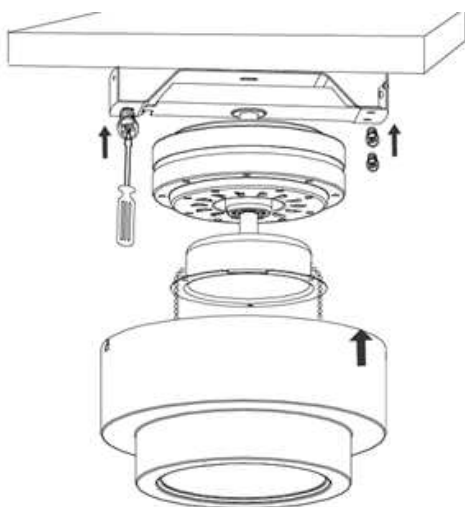

Fig. 6
- Fixer le support du moteur au support de montage avec 3 vis. Fig.6